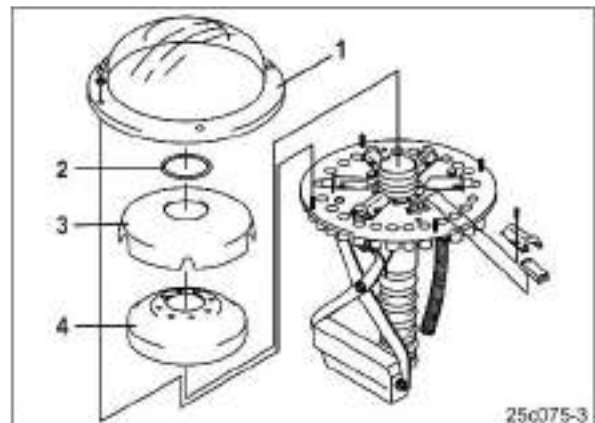

Рис. 127
1. Демонтируйте внешнюю крышку распределителя (Рис. 127/1).
2. Демонтируйте кольцо (Рис. 127/2).
3. Демонтируйте внутреннюю крышку распределителя (Рис. 127/3).
4. Демонтируйте пенопластовую вставку (Рис. 127/4).